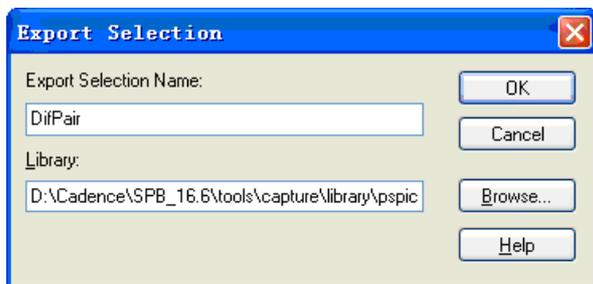

图 2-27 Export Selection 设置框
(1) 将电路单元存入库文件的步骤
① 选中需要存放的电路单元，执行 File→Export Selection 子命令，屏幕上将弹出如图 2-27 所示设置框。